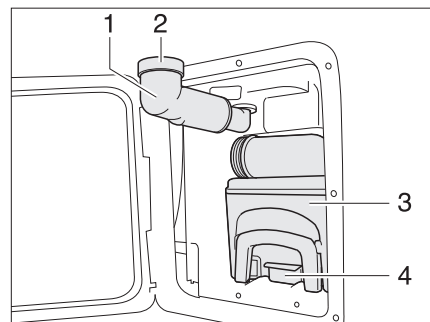

Fig. 154 Cassette Thetford
- Faire pivoter le bec de remplissage d'eau fraîche (Fig. 154,1) vers l'extérieur.
- Retirer le bouchon à vis (Fig. 154,2).